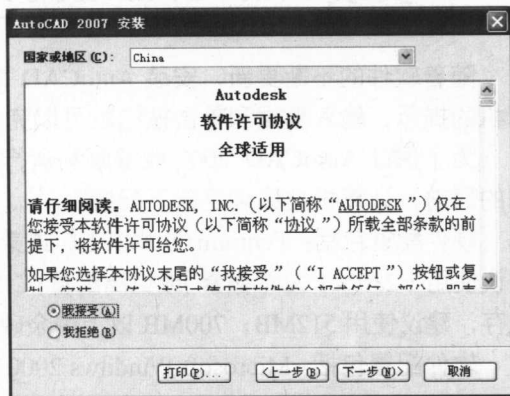

图 1-3 “软件许可协议”对话框
(3) 在“软件许可协议”对话框中，如图 1-3 所示的“国家或地区”列表中选择所在国家“China”，并要仔细阅读对话框中的信息，只要接受协议条款，安装程序才能继续下去。选择“我接受”单选按钮，然后单击【下一步】按钮。